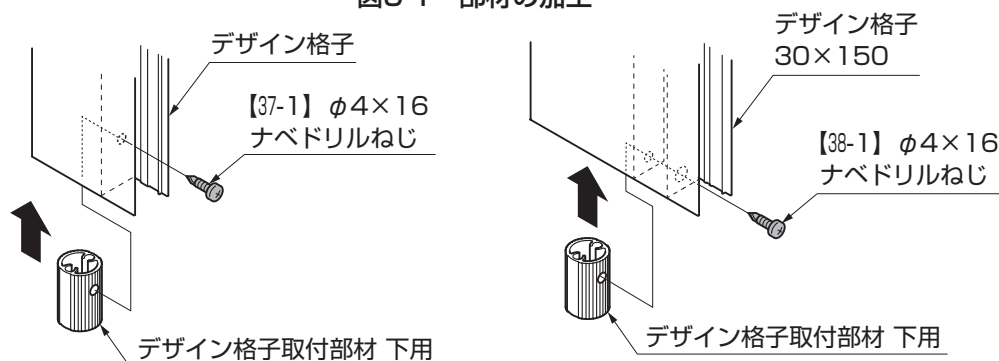

図9-2
- ②デザイン格子にデザイン格子取付部材 下用を【37-1】、【38-1】で取付けてください。(図9-2参照)